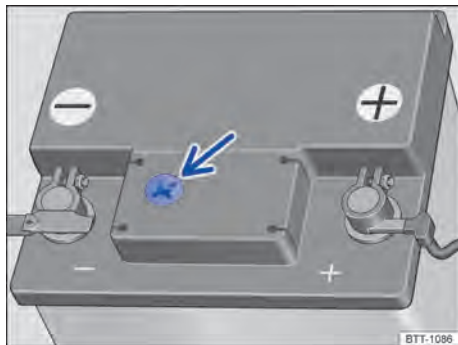

Fig. 176 En el compartimento del motor: ejemplo de posición del visor en el lado superior de la batería del vehículo.
- El visor redondo → fig. 176 en la parte superior de la batería del vehículo cambia de color dependiendo del nivel del electrolito.